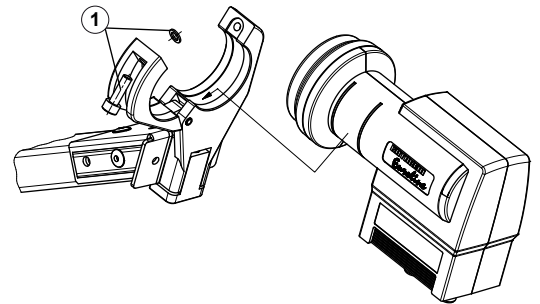

Abb. 1
1. Speisesystem zwischen Unter- und Oberteil der Speisesystemhalterung einklemmen und mittels der Schraube locker anschrauben (Abb. 1).